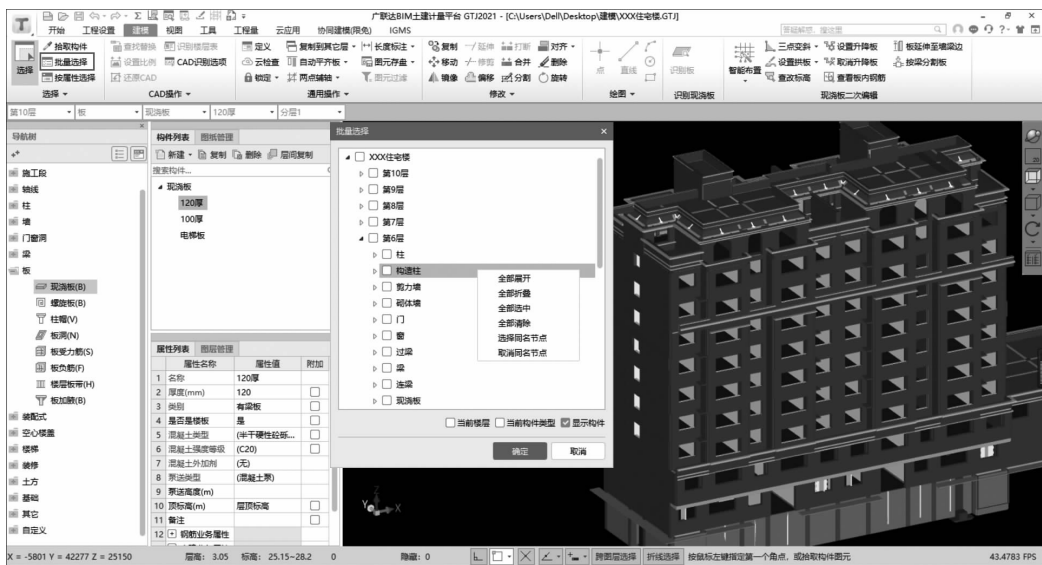

图 1-27 批量选择优化
⑧批量选择优化。通过“批量选择”功能,可以跨楼层选择构件图元并批量删除(见图 1-27),优化了原功能需要每层分别操作的问题。